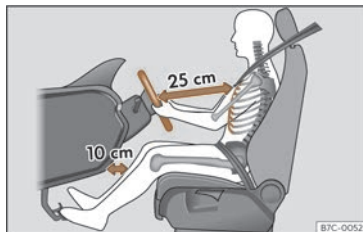

Abb. 13 Der richtige Abstand des Fahrers zum Lenkrad muss mindestens 25 cm (10 inch) betragen.
- Lenkrad so einstellen, dass der Abstand zwischen Lenkrad und Brustbein mindestens 25 cm (10 Zoll) beträgt >>> (Abb. 13) und das Lenkrad mit beiden Händen und leicht gebeugten Armen seitlich am äußeren Rand festgehalten werden kann.